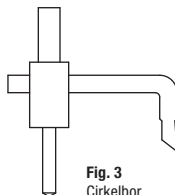

Fig. 3
3. Brug et cirkelbor (fig. 3) eller en hulsav og bor et hul, Ø 118 mm, i siden af sandfanget.